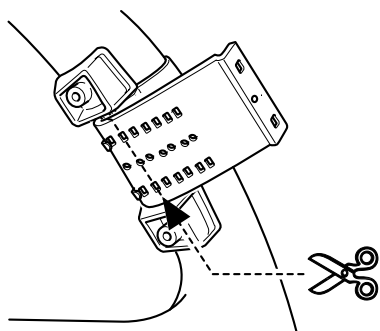

Fig. 9
2. Tagliare la parte avanzante della cinghia al centro del supporto interno. (Fig. 9)